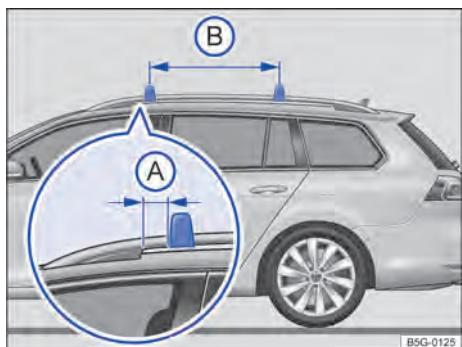

Fig. 104 Longarina do bagageiro do teto: fixação das barras de suporte.
As barras de suporte são montadas na longarina do bagageiro do teto. Assim, a distância da barra de suporte até a base do bagageiro do teto dianteiro \Rightarrow Fig. 104 (A) deve ser de 5 cm. A distância entre as barras de suporte (B) deve ser de aproximadamente 75 cm.
- Sempre montar as barras de suporte de maneira correta. Para isso, manter as distâncias indicadas na figura \Rightarrow Fig. 104.